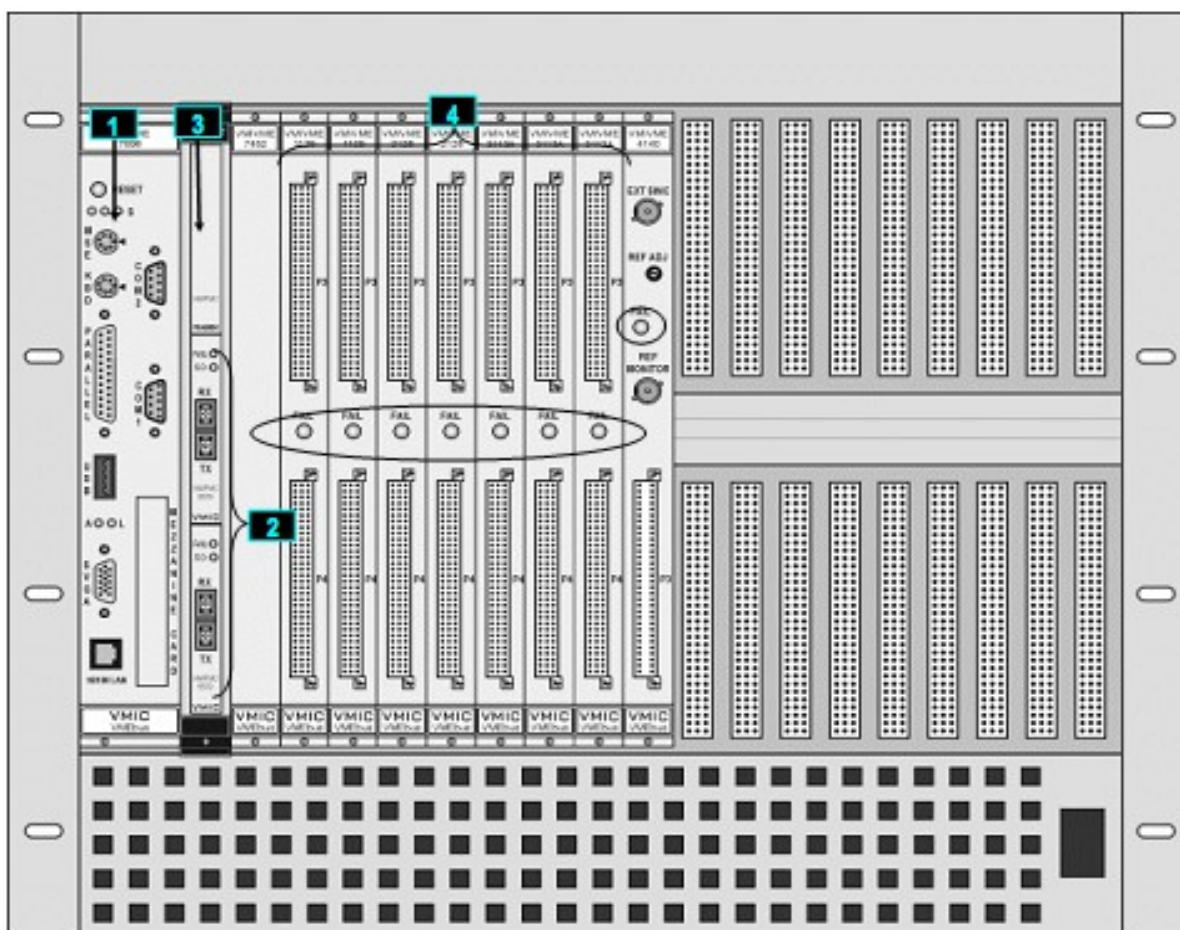

Figura 2.3. Disposição dos cartões eletrônicos no rack
Na **figura 2.3** abaixo, está representada a visão frontal do rack, que está dentro da remota, onde estão dispostos os cartões de CPU (1), as memórias refletivas (2), o Winchester (disco rígido) (3) e os cartões de entradas e saídas digitais e os cartões de entradas analógicas(4).
Nota: Quando os cartões estão em bom funcionamento, os leds com o texto “Fail” (alguns deles estão circulos na **figura 2.3** permanecem piscando. Em caso de falha, ele pára de piscar. Esta falha gera um alarme que é mostrado na ‘Área de alarmes’, ao mesmo tempo que soa uma buzina até que haja o reconhecimento do operador.
Através do botão ‘Diagnóstico’, na área de navegação do lado direito da tela, o operador tem acesso aos menus ‘Boreste (ou Bombordo): Remota’. Ao se clicar sobre uma das duas opções (dependendo do bordo que deve ser visualizado), abre-se a janela (representada na **figura 2.4** abaixo), que traz um desenho similar ao do rack (**figura 2.3**), para facilitar a localização da falha. A janela de BE é estruturalmente igual a de BB.